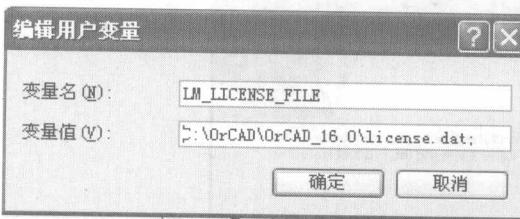

图 1.2.19 用户变量编辑界面
- ③ 在图 1.2.19 中单击“新建”按钮，弹出如图 1.2.19 所示用户环境变量编辑对话框，输入环境变量如“C:\OrCAD\OrCAD_16.0\license.dat”。